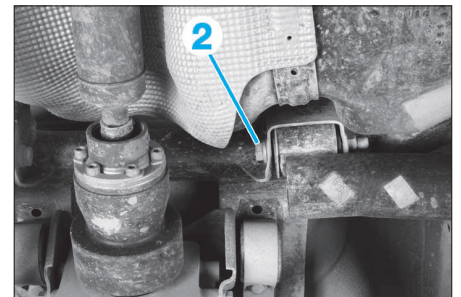

FIG. 38
- A l'aide d'un vérin de maintien, soutenir le bras oscillant, puis déposer les vis de fixation (2) (Fig.38 et 39).